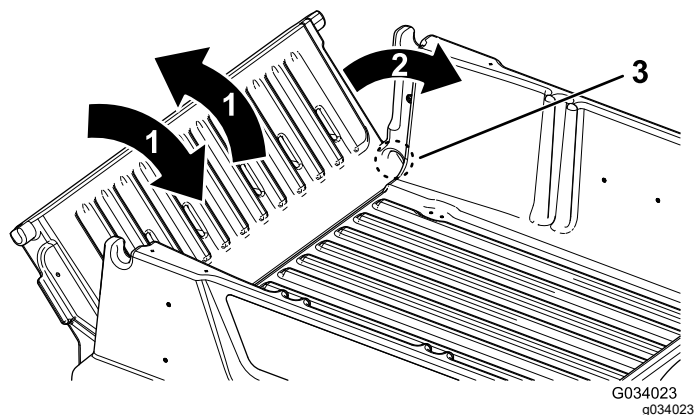

Figura 22
2. Ruotate la sponda posteriore in posizione di circa 45° (Figura 22).
3. Agitate con un movimento rapido per ruotare la sponda posteriore avanti e indietro più volte (Figura 22).